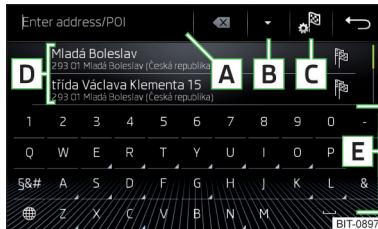
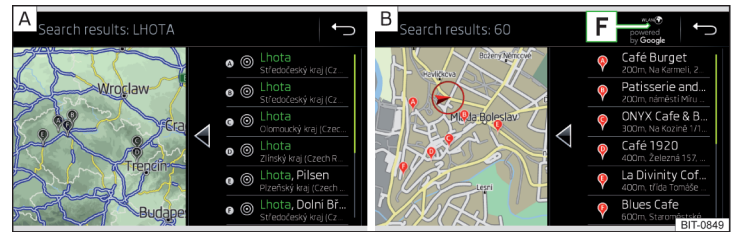

Abb. 209
Abb. 210 Liste der aufgesuchten Ziele: in den Navigationsdaten / online
Funktionsflächen » Abb. 209 und » Abb. 210
Im Bereich **D** » Abb. 209 wird eine Liste der aufgesuchten Ziele angezeigt. ▶
- ▶ **oder:** Die Funktionsfläche **B** » Abb. 209 antippen.
📍 In den Navigationsdaten aufgesuchte Ziele » Abb. 210 - A.
📍 Online aufgesuchte Ziele » Abb. 210 - B.